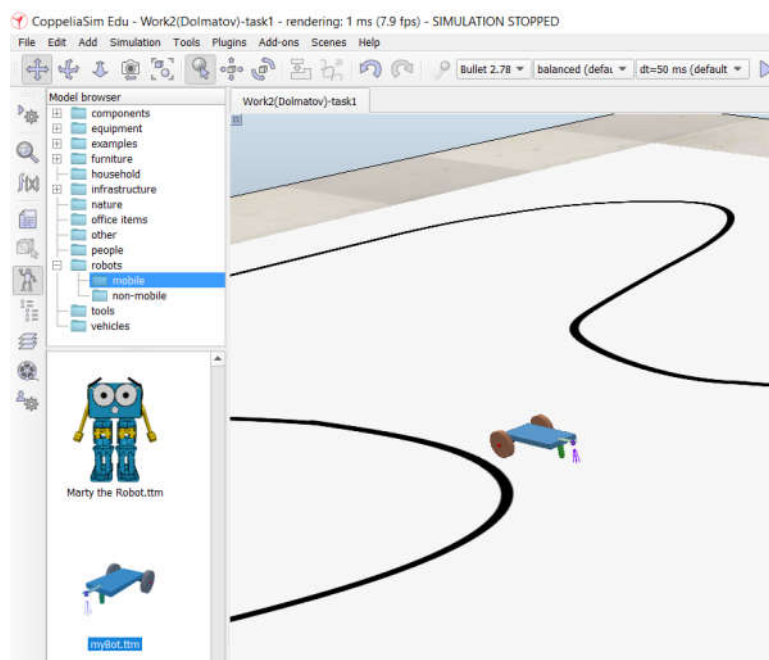

Рис. 5. Модель трехопорного робота в коллекции CoppeliaSim
17. На левой панели инструментов в главном окне CoppeliaSim нажмите пиктограмму , чтобы открыть «Model browser». В списке браузера выделите пункт «robots - mobile» и в коллекции найдите модель построенного трехопорного робота (рис. 5).